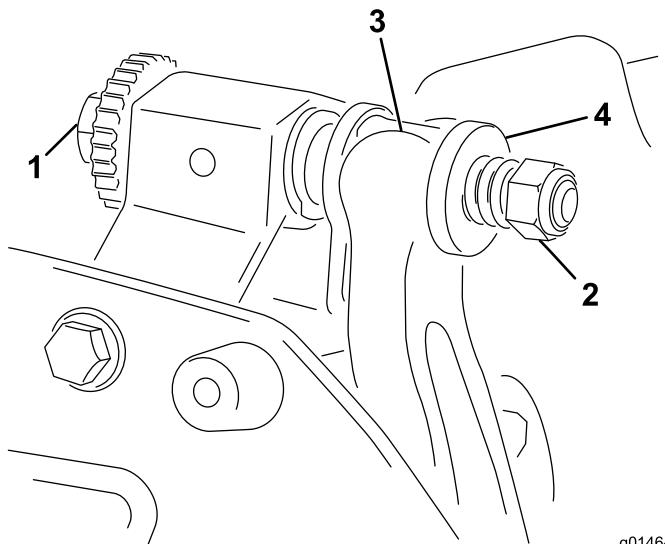

図 20
1. ベッドバー調整ねじを左に回してベッドナイフとリールの接触をなくす図20。
2. スプリングテンションナットをゆるめて、ワッシャがベッドバーを全く押さないようとする図 20。
1. ワッシャとベッドバー調整ねじとの間にベッドバーの固定用耳を入れる図 20。